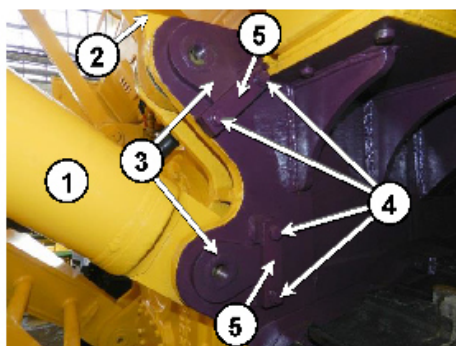

Рисунок 7.25
- болтов **4** (рисунок 7.25) – 129... 176 Н·м (13,2... 18,0 кгс·м).